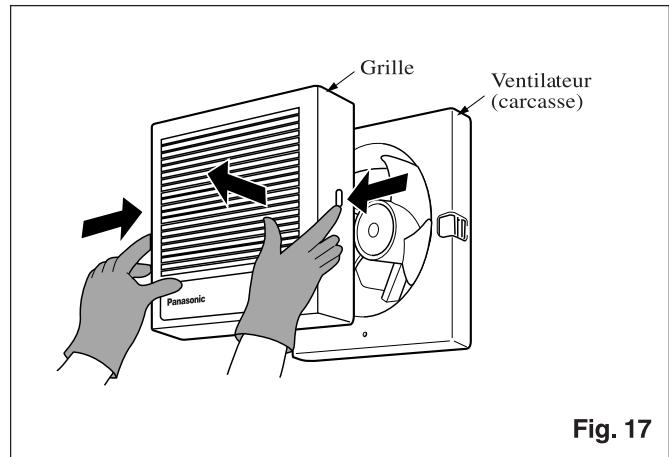

Fig. 17
1. Enlever la grille (tenir la grille et appuyer en même temps sur les verrous de chaque côté. Dégager la grille de la cloison en tirant droit sur elle.) (voir Fig. 17).